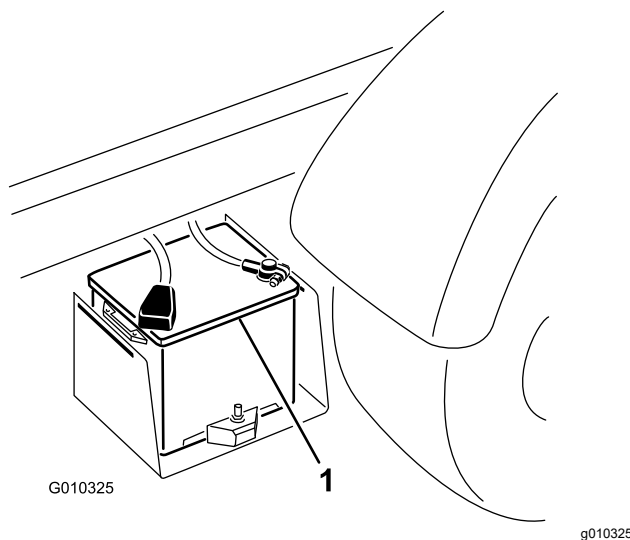

Figura 43
2. Collegate un cavetto portatile tra i poli positivi delle due batterie (Figura 43).